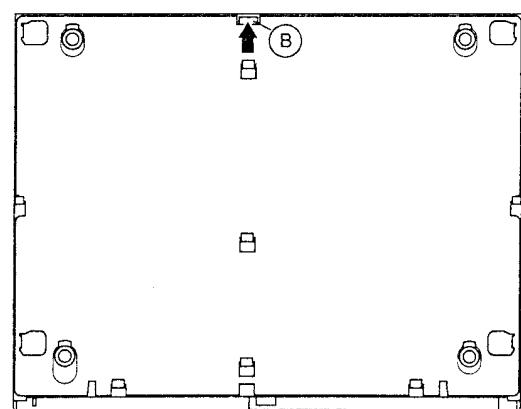

Fig. 2
– 4 Einlagen (X) mit Hilfe eines Schraubendrehers herausnehmen und anschließend die 4 Gerätefüße (Y) abziehen.
– Rastnase (B) lösen.
– Gehäuseunterteil in Pfeilrichtung schieben und abnehmen (Fig. 2).
– Release the locking lug (B).
– Push the cabinet base in the direction of the arrow and remove (Fig. 2).